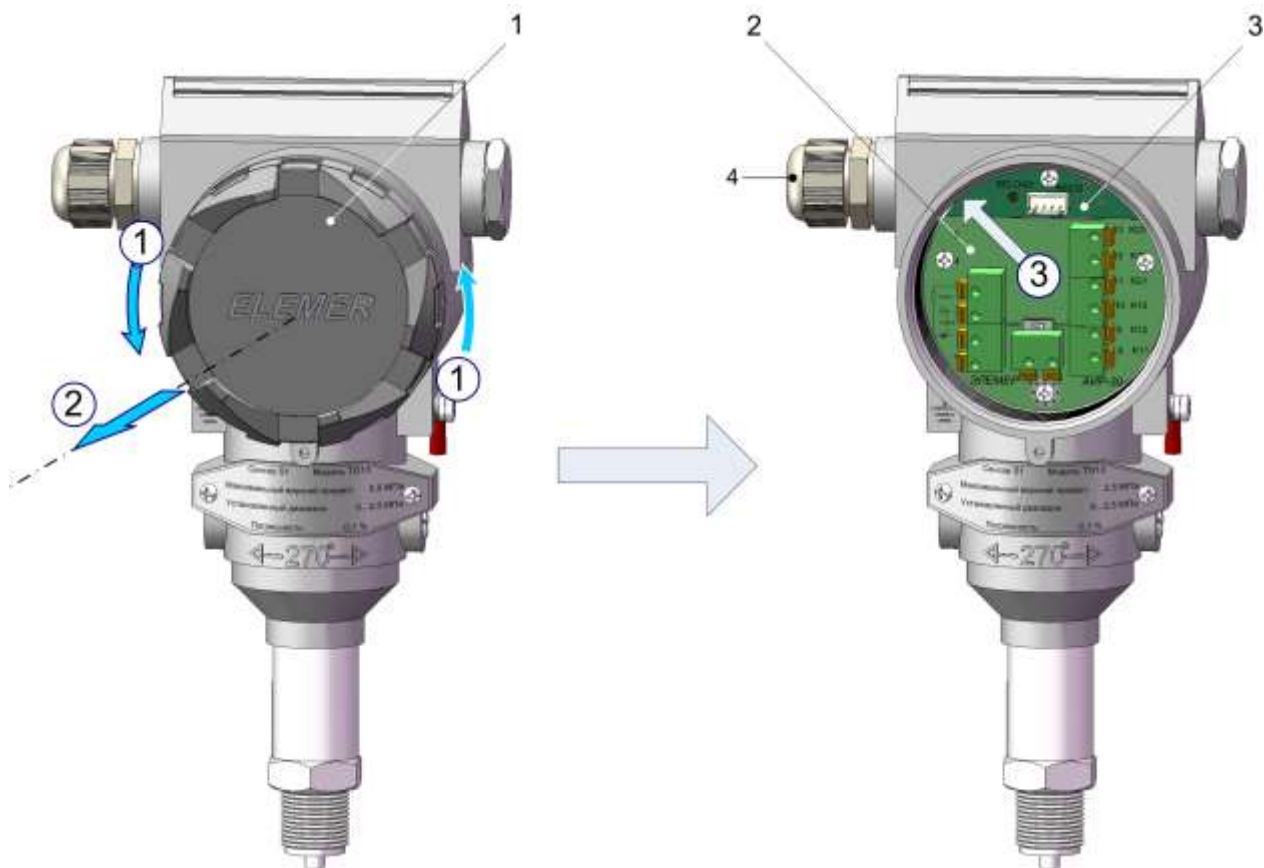

Рисунок 2.11
- отвинтить (в направлении стрелок 1) и убрать (стрелка 2) заднюю крышку 1 (см. рисунок 2.11);
Для доступа к элементам коммутации и контроля АИР-30 необходимо отвинтить (в направлении стрелок **1**) и убрать (стрелка **2**) заднюю крышку 1 (см. рисунок 2.11).